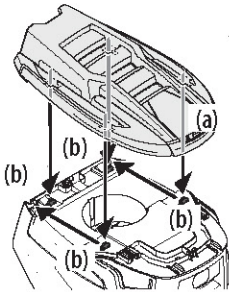

Figure 7
1. Pour installer le couvercle (a), alignez les trous du couvercle avec les pattes (b) du capot. Voir Figure 7.